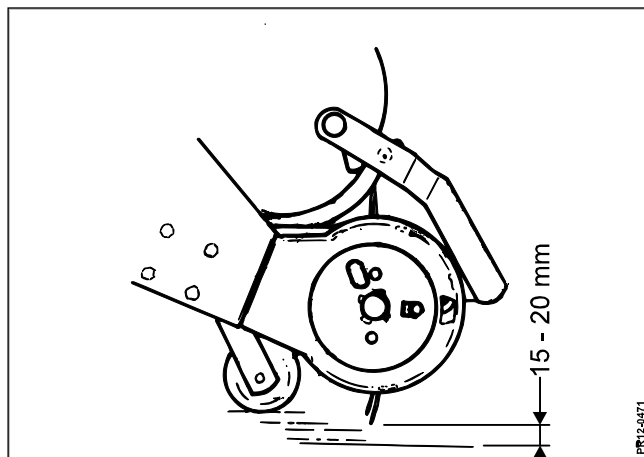

Fig. 3-9
- Fig. 3-9** Pick-upen är försedd med stödhjul, som kan ställas in i höjdled. Ställ inte in pick-upen djupare än nödvändigt, för undvika att pick-up fingrarna blandar in jord i grödan, men likväl kan samla upp gräset utan spill.